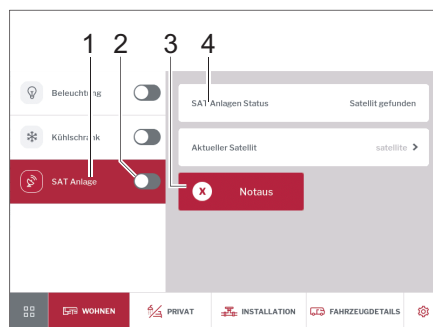

Bild 274 Satellitenanlage
- Mit Schiebeschalter (Bild 274,2) Satellitenanlage ein- oder ausschalten.
- Auf Schaltfläche *SAT-Anlage* (Bild 274,1) tippen.
Der ausgewählte Satellit wird angezeigt (Bild 274,4).
- Auf die Schaltfläche *Notaus* (Bild 274,3) tippen, wenn die Anlage gegen einen Widerstand fährt.